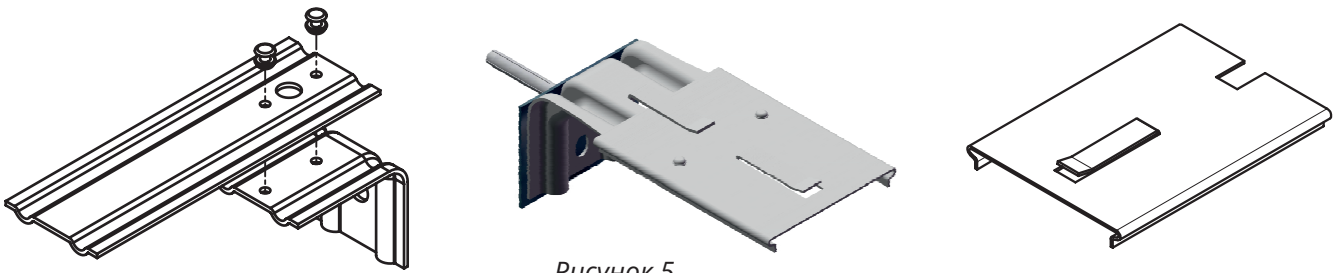

Рисунок 5
- Для компенсации неровностей несущих стен применяются удлинители кронштейнов. Крепление удлинителей к кронштейну осуществляется двумя заклепками из коррозионностойкой стали 4x10 (или двумя саморезами для НФС) (рисунок 5).